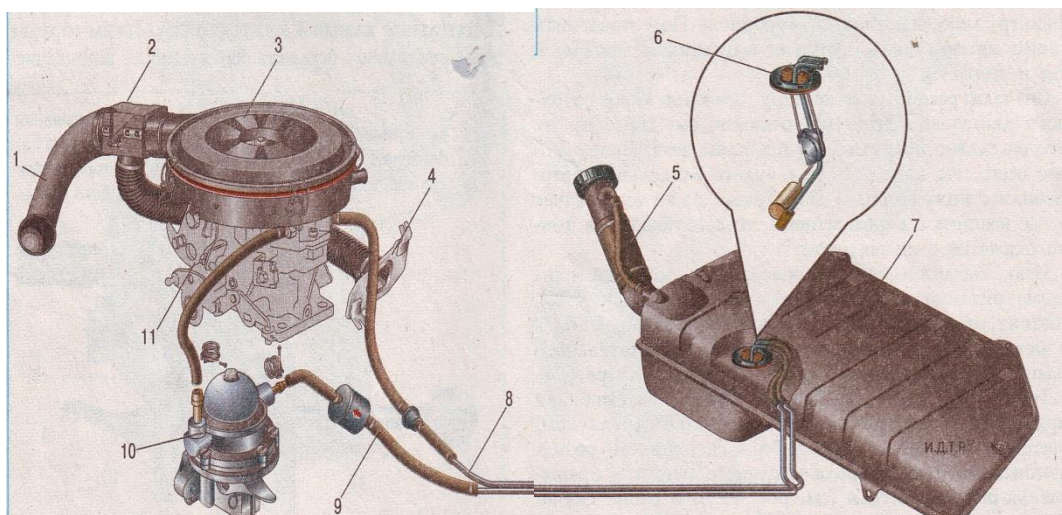
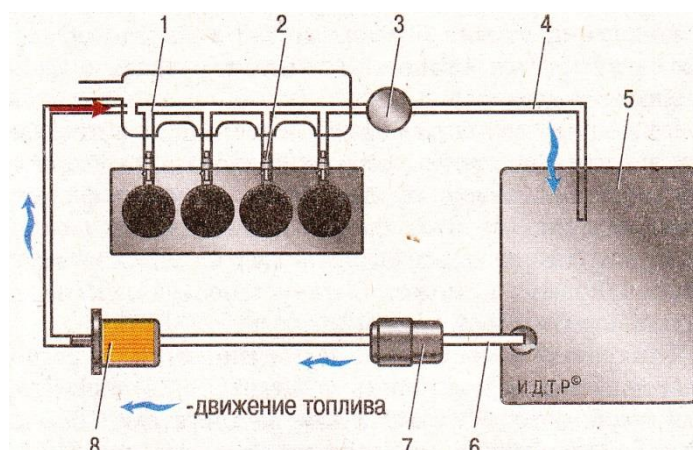

Рисунок 2.23 – Система питания карбюраторного двигателя:
Рисунок 2.24 – Система питания инжекторного двигателя с электронной системой управления:
Система питания (рис. 2.23 и 2.24) состоит из следующих основных элементов:
- карбюратора (см. рис. 2.23) или инжектора с электронной системой управления (см. рис. 2.24);
Рассмотрим устройство простейшей инжекторной системы (см. рис. 2.24).